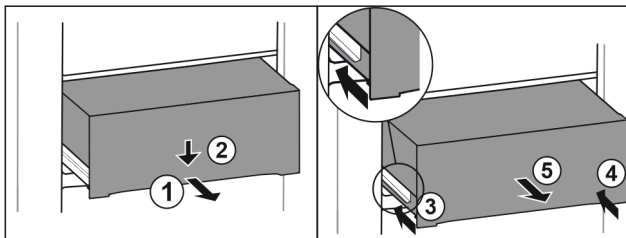

Fig. 181
- ▶ Schubfach halb herausziehen. Fig. 181 (1)
- ▶ Schubfach an der Vorderseite nach unten drücken. Fig. 181 (2)
- ▶ Linke Schiene etwa 2 cm einschieben. Fig. 181 (3)
- ▶ Rechte Schiene etwa 2 cm einschieben. Fig. 181 (4)
- ▶ Schubfach nach vorne entnehmen. Fig. 181 (5)